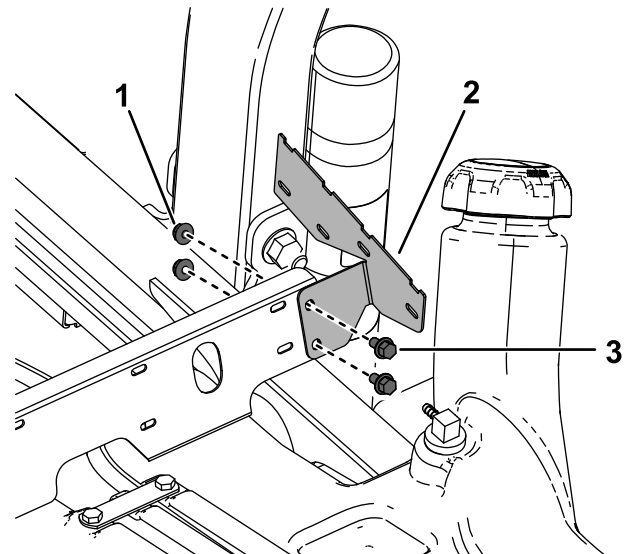

Figura 6
3. Instale el soporte pequeño en el protector térmico usando 2 pernos (1/4" x 1/2") y 2 tuercas (1/4"), como se muestra en la Figura 6. Apriete los pernos a 1017–1243 N·m (90 – 110 pulgadas-libra).